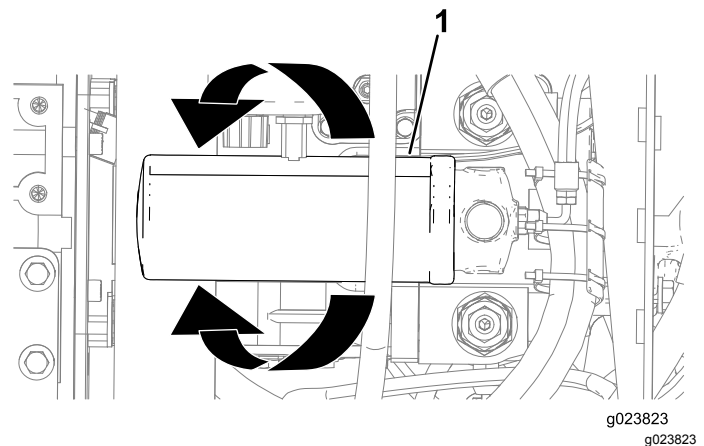

Figura 121
3. Coloque un recipiente de drenaje o varios trapos debajo del filtro de carga hidrostática (Figura 121).
4. Gire el filtro de carga hidrostática en sentido antihorario y retire el filtro (Figura 121).
6. Alinee el filtro de carga hidrostática con su asiento, y gírelo en sentido horario hasta que la junta del filtro entre en contacto con el adaptador (Figura 121).